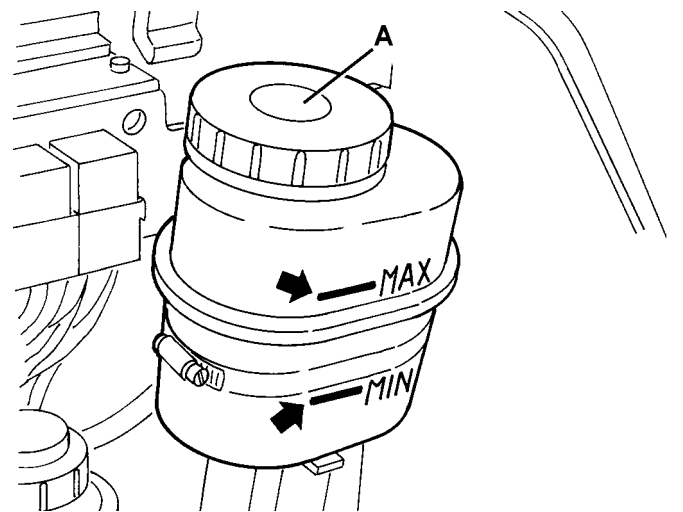

Abbildung 26
1. Die Feststellbremse mittels des Pedals (84) und des Hebels (76) betätigen.
2. Den Zündschlüssel (69) auf „0“ drehen.
3. Die Haube (23) öffnen und durch die Stützstange (55) halten.
4. Prüfen, dass den Ölstand im Tank (28) zwischen den Markierungen von Mindeststand (MIN) und Höchststand (MAX) liegt, die in Abb. 26 gezeigt sind.
5. Falls nötig, den richtigen Stand durch den Deckel (A, Abb. 26) mit Motoröl 15 W 50 wiederherstellen.
6. Die Stützstange (55) auslösen und die Haube (23) schließen.